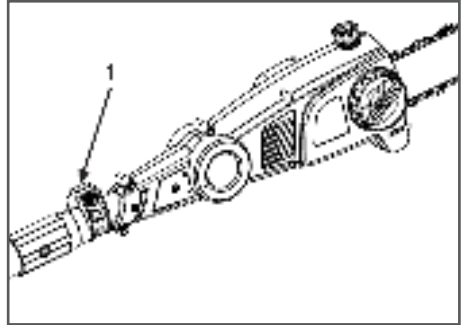

Рис. 8. Рычаг стопора штанги
1. Разблокируйте рычаг 1 стопора телескопической штанги (Рис. 8), чтобы